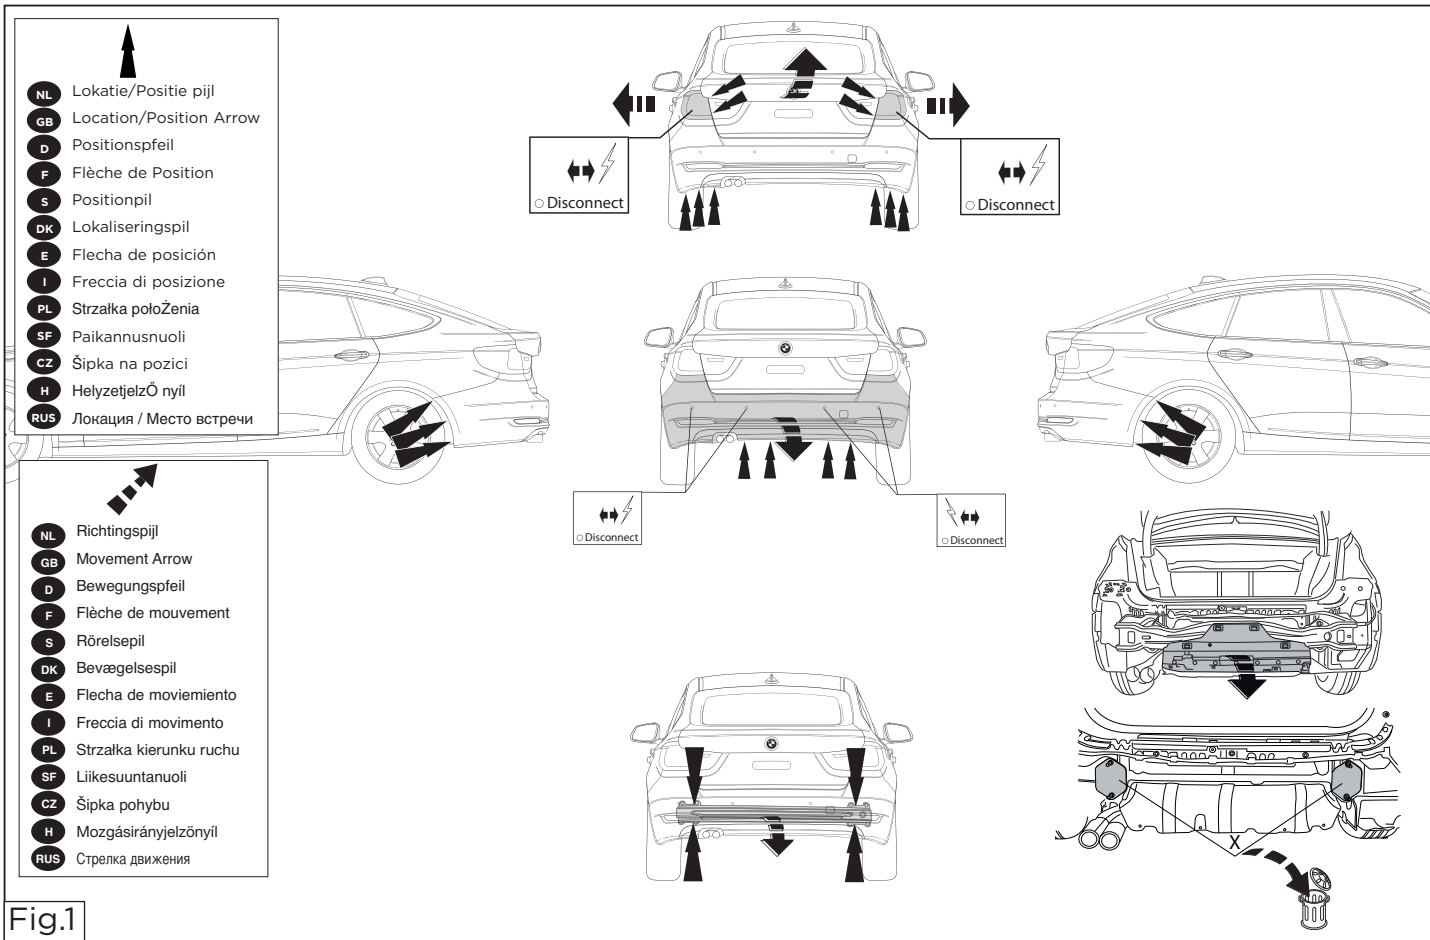

Fig.1
2. Снять бампер вместе со стальным буферным брусом автомобиля, Снять пластмассовый корпус с металлического буферного бруса. буферный брус больше не понадобится. По мере необходимости, удалить наклейки на местах крепления X. См. рисунок 1.